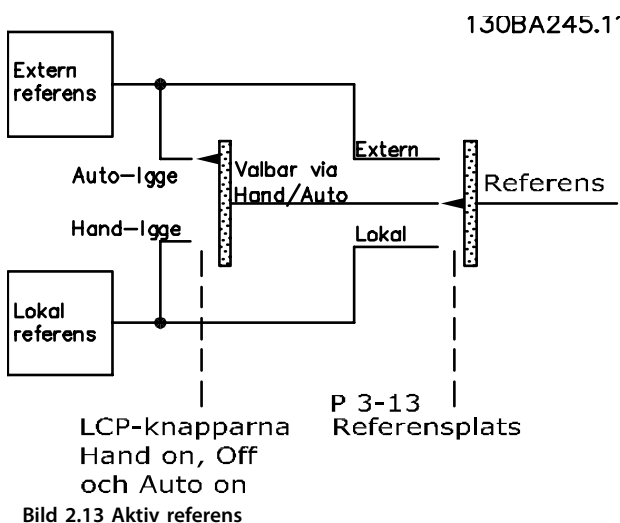

Bild 2.13 Aktiv referens
- I Bild 2.13 visas konfigurationsläget som är resultatet av ett aktivt referensval, antingen en lokal eller extern referens.